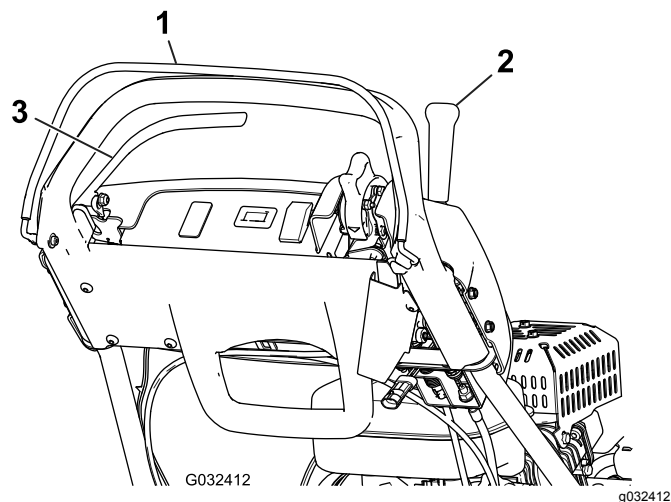

Figura 31
3. Con el CPO quitado, intente engranar la palanca de tracción (Figura 31). La palanca de tracción no debe engranarse. Si la palanca de tracción se engrana, es necesario ajustar el sistema de interruptores de seguridad. Corrija el problema antes de usar la máquina; consulte Mantenimiento del interruptor de seguridad de la tracción (página 33).
4. Con el CPO apretado y la palanca de tracción engranada, suelte el CPO (Figura 31). La palanca de tracción debe desengranarse. Si la palanca de tracción no se desengrana, es necesario ajustar el sistema de interruptores de seguridad. Corrija el problema antes de usar la máquina; consulte Mantenimiento del interruptor de seguridad de la tracción (página 33).
5. Con el CPO apretado y la palanca de cambios hacia la izquierda, engrane la tracción y el molinete, y suelte el CPO (Figura 31). La palanca de tracción debe desengranarse. Si la palanca de tracción no se desengrana, es necesario ajustar el sistema de interruptores de seguridad. Corrija el problema antes de usar la máquina.; consulte Mantenimiento del interruptor de seguridad de la tracción (página 33) o Ajuste del control del molinete (página 37).
6. Con el CPO presionado y la palanca de cambios hacia la izquierda para engranar la tracción y el molinete, mueva la palanca de cambios a la derecha para desengranar la transmisión del molinete (Figura 31). La transmisión del molinete debe desengranarse. Si la transmisión del molinete no se desengrana, es necesario ajustar el sistema de interruptores de seguridad. Corrija el problema antes de usar la máquina.; consulte Ajuste del control del molinete (página 37).
2. Con el CPO apretado, la palanca de tracción engranada y los controles del motor en la posición de arranque (Figura 31). Intente arrancar el motor. El motor no debe arrancar. Si el motor arranca, es necesario ajustar el interruptor de seguridad. Corrija el problema antes de usar la máquina. Consulte Mantenimiento del interruptor de seguridad de la tracción \(página 33\).
2. Con la palanca de tracción desengranada, el freno de servicio puesto y los controles del motor en la posición de arranque (Figura 31), intente arrancar el motor. El motor debe arrancar. Si el motor no arranca, es necesario ajustar el interruptor de seguridad. Corrija el problema antes de usar la máquina; consulte Mantenimiento del interruptor de seguridad del freno \(página 34\).
3. Con el motor en marcha, ponga el freno de servicio (no el freno de estacionamiento), apriete el CPO y engrane la palanca de tracción (Figura 31). El motor debe trabajar para superar el efecto del freno, pero no debe pararse. Si el motor se para inmediatamente, es necesario ajustar el interruptor de seguridad. Corrija el problema antes de usar la máquina; consulte Mantenimiento del interruptor de seguridad del freno \(página 34\).
4. Con el motor en marcha, ponga el seguro del freno de estacionamiento, apriete el CPO y engrane la palanca de tracción (Figura 31). El motor debe pararse. Si el motor no se para, es necesario ajustar el interruptor de seguridad. Corrija el problema antes de usar la máquina; consulte Mantenimiento del interruptor de seguridad del freno \(página 34\).